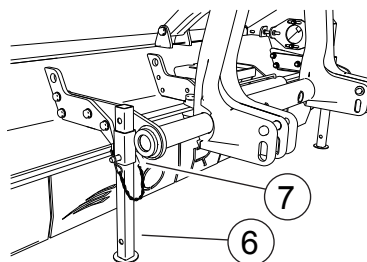

Fig. 25
- Inserire i piedi di appoggio (6, "Fig. 25") e regolare l'altezza da terra. Inserire i perni (7, "Fig. 25"). Bloccare i perni con la copiglia in dotazione. La macchina deve appoggiare a terra in modo stabile.
- Insert the support feet (6, "Fig. 25") and adjust the height from ground. Insert the pins (7, "Fig. 25"). To stop the pivots with the copiglia in endowment. The machine must rest on the ground in a stable manner.
- Insérer les pieds d'appui (6, "Fig. 25") et régler la hauteur de terre. Insérer les goupilles (7, "Fig. 25"). Bloquer les pins avec la goupille en dotation. La machine doit être posée par terre d'un façon stable.
- Setzen Sie die Stützfüße (6, "Fig.25") und passen Sie die Fahrzeughöhe. die Bolzen einfügen (7, "Fig.25"). Sperren Sie die Bolzen mit Federstecker geliefert. Die Maschine ist auf dem Boden in einer stabilen Weise ruhen.
- Insertar los pies de apoyo (6, "Fig.25") y regular la altura desde el suelo. Insertar los pernos (7, "Fig.25"). Parar los goznes con el copiglia en dotación. La máquina tiene que apoyar a tierra de modo estable.
- Inserir os pés de apoio (6, "Fig.25") e ajustar a altura a partir do chão. Inserir os pinos (7, "Fig.25"). Fixar os pinos com o pino de contrapino fornecido. A máquina deve repousar de modo estável no chão.